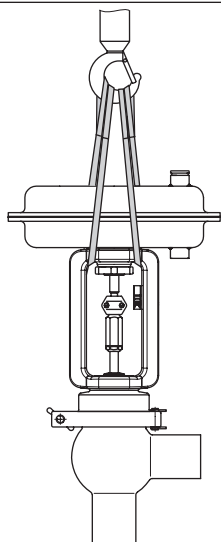
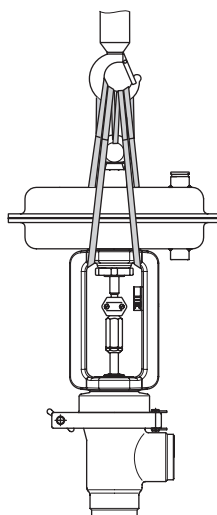
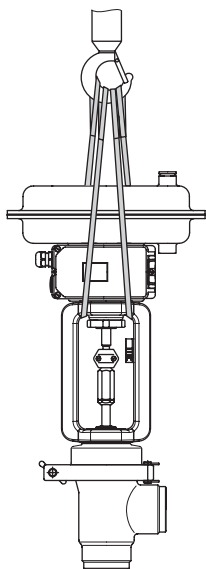

図. 4-1: タイプ 3347、タイプ 3271 付き、
図. 4-2: タイプ 3347、タイプ 3271 付き、
図. 4-3: タイプ 3347、タイプ 3277付き、
1. **タイプ 3271/3277 やタイプ 3372の場合**：フランジ周辺を 2 本のスリングベルトで慎重にガイドし、クレーンやフォークリフトの運搬具に装着します（図. 4-1、図. 4-2、図. 4-3 をご覧ください）。アクチュエータ軸と弁の付属品が損傷していないことを確認します。
リフティングアイレット付きアクチュエータの仕様の場合、アクチュエータのリフティングアイレットと、クレーンやフォークリフトの運搬具に、追加のスリングベルトを装着します（図. 4-2 をご覧ください）。